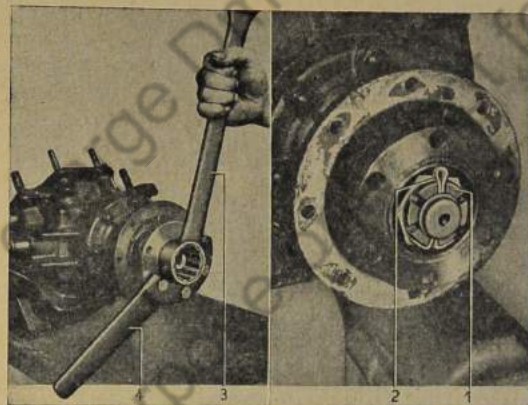

Bild 630: Kronenmutter am Antriebsflansch entsplinten und abschrauben
9. Kronenmutter (630/1) am Antriebsflansch entsplinten und abschrauben (Bild 630). (Ringschlüssel 41 mm S. W. Nr. 1304).